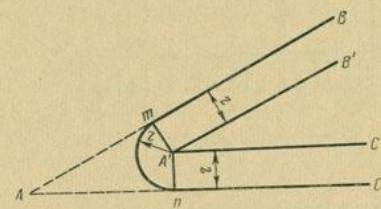

Рис. 6. Скругление острого угла
**Скругление острого угла.** С внутренней стороны угла на расстоянии, равном радиусу скругления  $r$ , провести две линии, параллельные сторонам угла (рис. 6). Раствором циркуля из центра  $A$  провести дугу до сопряжения ее со сторонами угла.